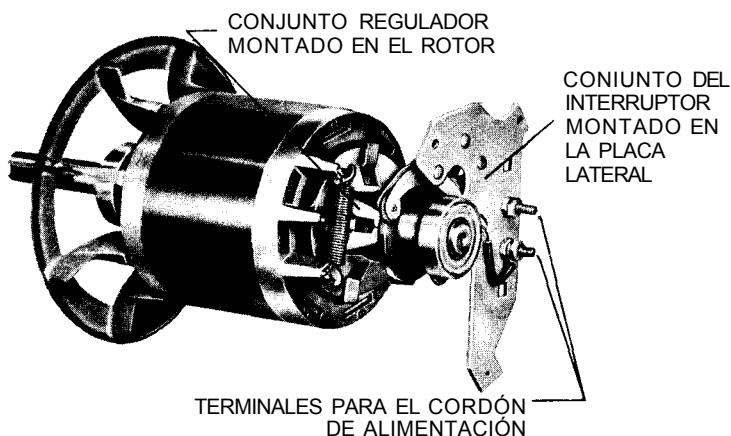

Fig. 32-12. Interruptor centrífugo empleado en un motor de fase dividida (Robbins and Myers, Inc.).
**Interruptor centrífugo.** El devanado de arranque de un motor de fase dividida se conecta y desconecta automáticamente del circuito del motor con un interruptor que opera en forma centrífuga. El interruptor se enciende y apaga con un conjunto regulador que se monta en el eje del motor (Fig. 32-12). Cuando el motor se apaga o marcha con una velocidad baja, se apaga el interruptor. En esta circunstancia, el devanado de marcha se conecta en el circuito del motor. Conforme el inducido incrementa su velocidad, la fuerza centrífuga provoca que el conjunto regulador se mueva hacia el inducido. Lo anterior, apaga al interruptor, ocasionando que el devanado de arranque se desconecte del circuito del motor. El ruido seco y corto que se escucha muy rápidamente después de que un motor de fase dividida se enciende o apaga lo produce el movimiento del conjunto regulador.